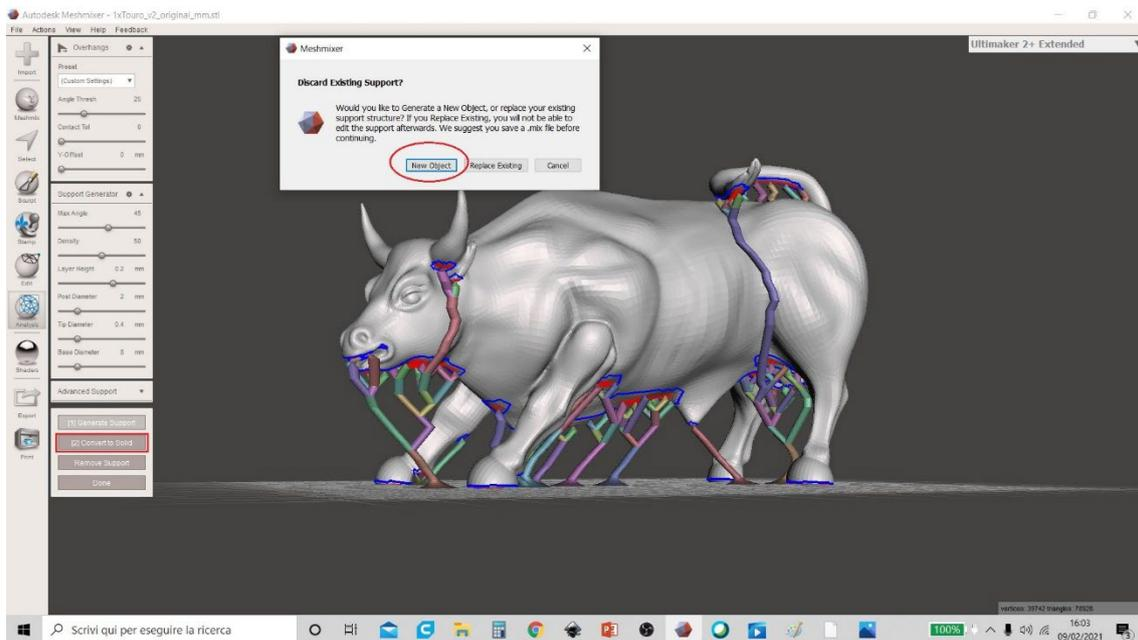

Figura 33 Meshmixer
8. Una volta decisi tutti i parametri, l'utente deve fare clic su "Converti in solido". Nella finestra popup generata fare clic su "Nuovo oggetto" (Figura 33 Meshmixer).